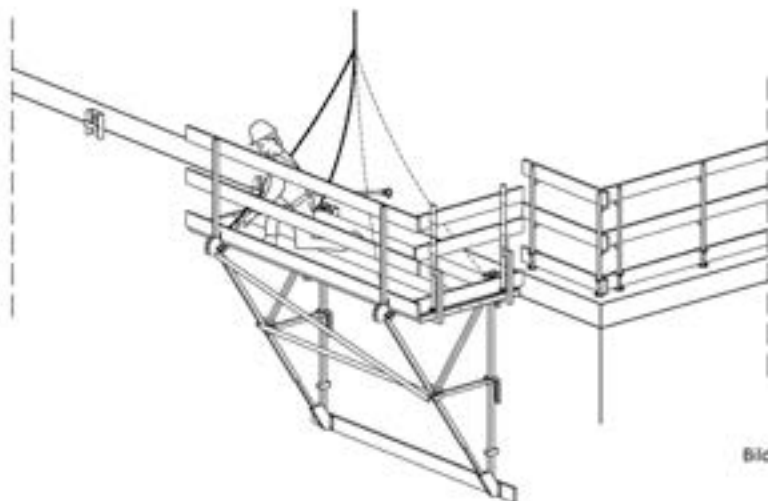

Bild 7.2.1
- 1 Zuerst das Anschlagmittel an der nicht absturzgefährdeten Seite lösen. Zum Aushängen der Anschlagmittel an einer Absturzkante hat sich der Ausführende mit einer Persönlichen Schutzausrüstung (PSA) an Gebäude/Bestand zu sichern (Bild 7.2.1).